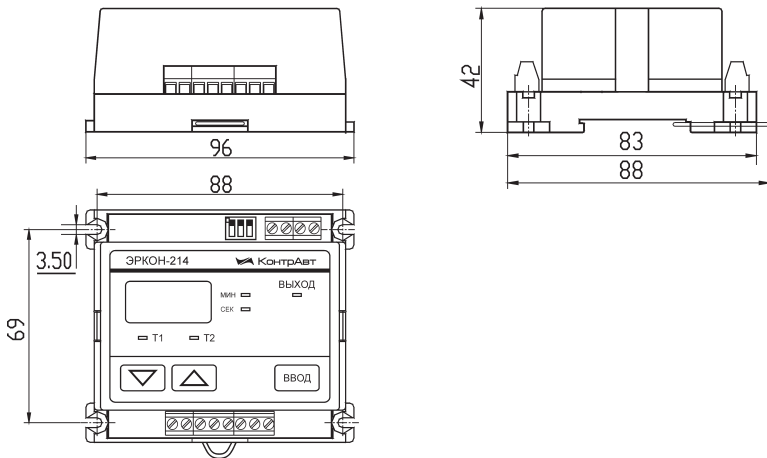

Рис. 6.1
6.1 Габаритные и установочные размеры реле приведены на рис. 6.1.